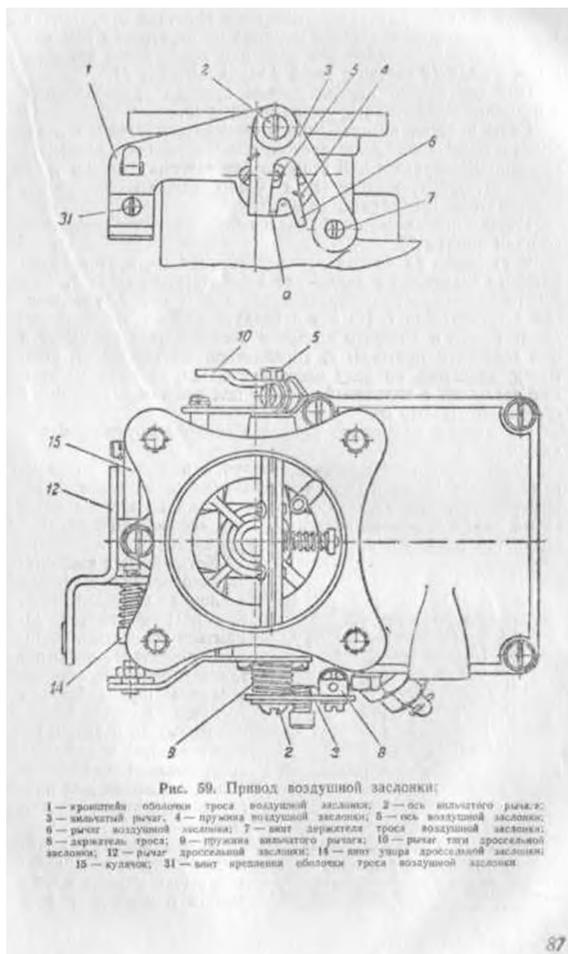

Рис. 59. Привод воздушной заслонки:
Винтом 14 (рис. 59) упора дроссельной заслонки регулируют положение дроссельной заслонки, т. е. количество смеси, подаваемой в цилиндры. Винтом 65 (рис. 54) регулируют состав смеси.
На новом двигателе наилучшие результаты дает заводская регулировка этих винтов, и ее следует стремиться сохранить. Если заводская регулировка почему-либо нарушилась, для восстановления ее нужно винт 65 завернуть доотказа, а затем вывернуть на 1—1½ оборота, после чего винтом 14 (рис. 59) установить минимальные устойчивые обороты.
4. Винтом 14 (рис. 59) установить минимально возможные устойчивые обороты вала двигателя.
6. Винтом 14 (рис. 59) добиться минимально возможных устойчивых оборотов при новой регулировке винта 65 (рис. 54).
8. Если при резком открытии или закрытии дроссельной заслонки двигатель заглохнет, нужно винт 14 (рис. 59) завернуть на $\frac{1}{2}$ оборота и снова попробовать резко открыть и закрыть заслонку.